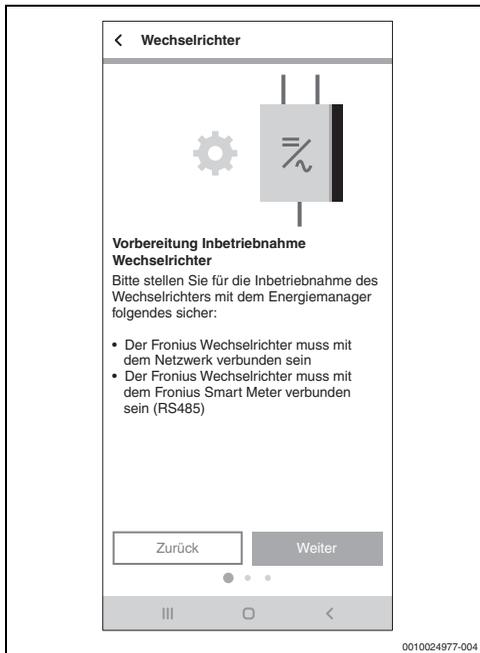

Bild 29 Wechselrichter verbinden
- Die Informationen auf den ersten beiden Screens aufmerksam durchlesen (→ Bild 29).